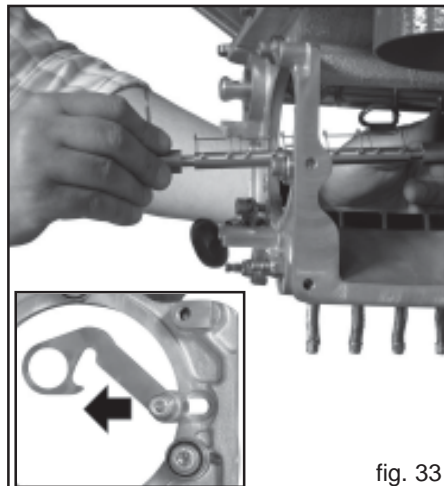

fig. 33
- 4) Estrarre l'albero degli elementi elastici dalle sedi (Fig. 33).